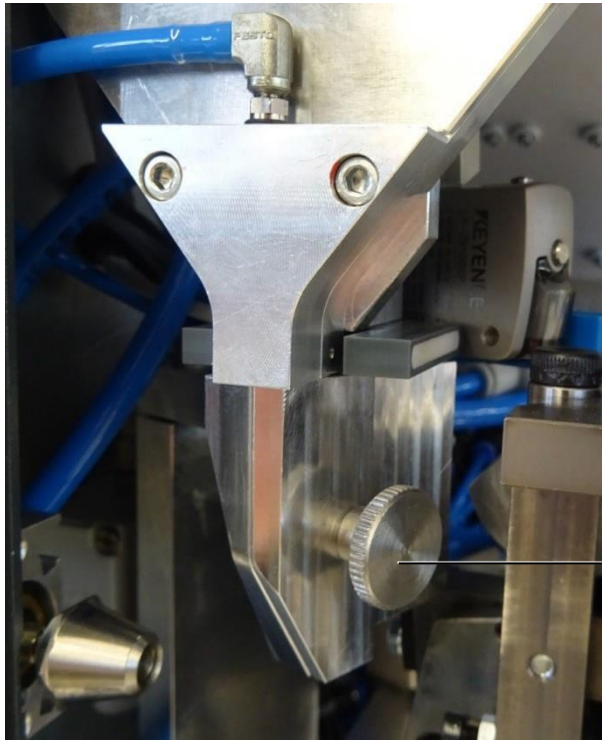

Fig. 17: Fallrør
- Fjern dekslet på fallrøret. Løsne kantskruen (fig. 17, pos. 1).